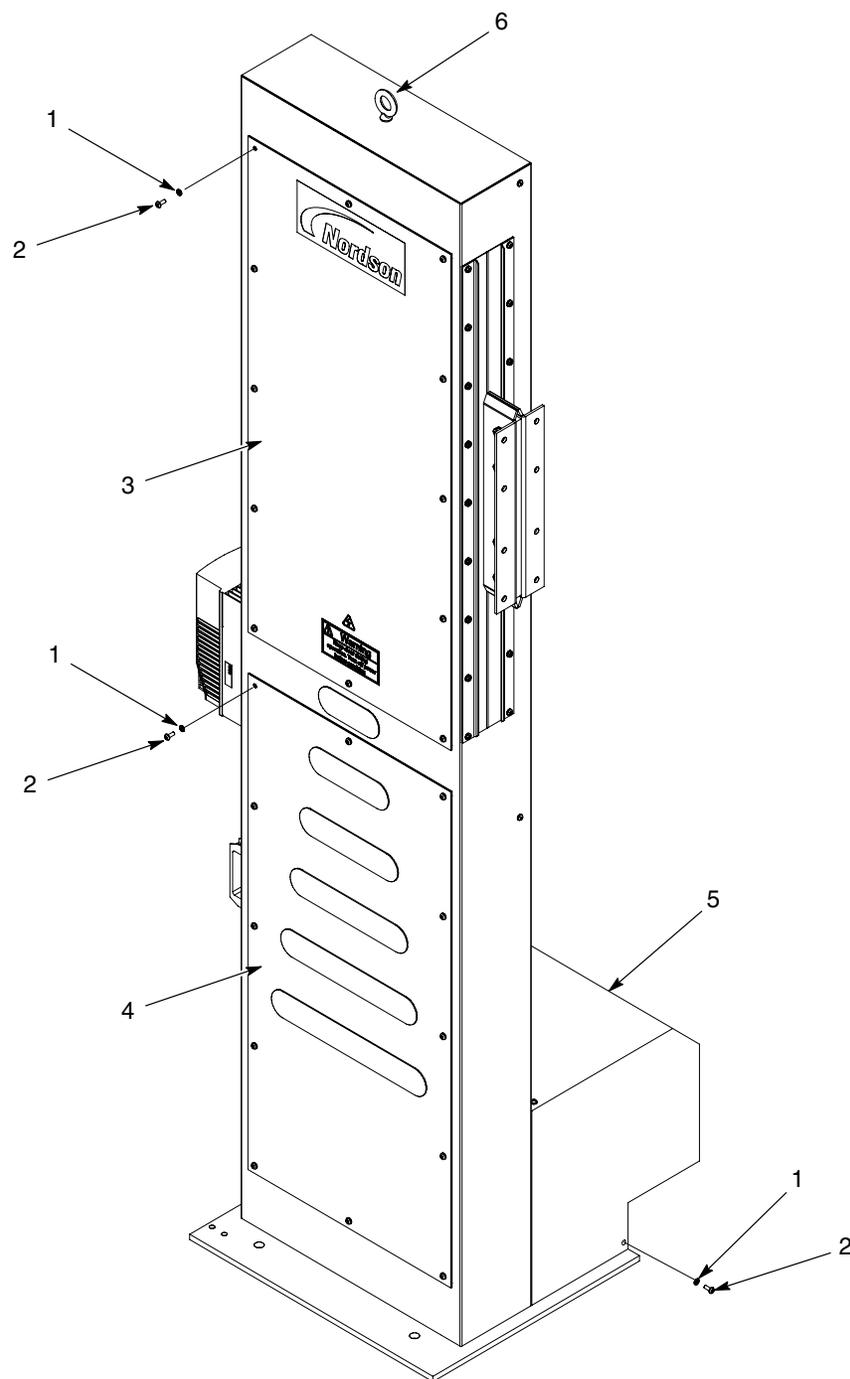

Fig. 2 Dépose des capots
2. Voir la figure 2. Attacher l'équipement de levage au boulon à œillet (6). Soulever prudemment l'oscillateur en position verticale et hors de la caisse de transport.
4. Retirer les vis (2) et les rondelles freins (1) qui fixent les capots (3, 4) et le capot du motoréducteur (5).